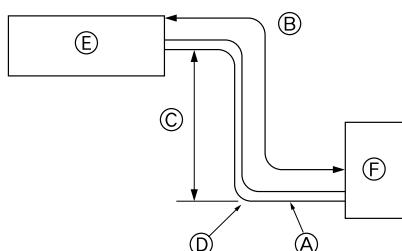

Fig. 2-1
2.1. Σωλήνες ψυκτικού (Fig. 2-1)
① Σύνδεσμος σωλήνα ... ×1
② Εσωτερική μονάδα
③ Εξωτερική μονάδα